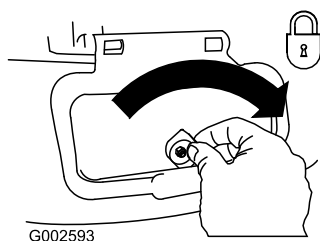

Figure 23
**Important:** Verrouillez le volet d'éjection latérale après l'avoir fermé (Figure 23).